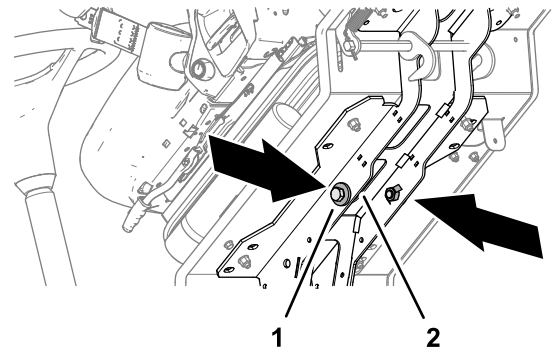

Figure 47
- Rangez les 2 boulons (12 x 40 mm) et les 2 rondelles (12 mm) dans les longerons de support de la plate-forme (Figure 47).